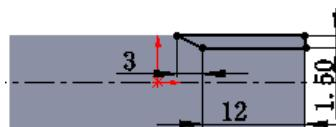

图 16.4.7 横断面草图
② 定义横断面草图。在草图环境中绘制图 16.4.7 所示的横断面草图。
(3) 定义切除深度属性。在“切除—拉伸”对话框 **方向 1** 区域的 **下拉列表** 中选择 **给定深度** 选项，选中 **与厚度相等(L)** 复选框与 **正交切除(N)** 复选框，其他选择默认设置值。
(4) 单击对话框中的 按钮，完成切除—拉伸 1 的创建。